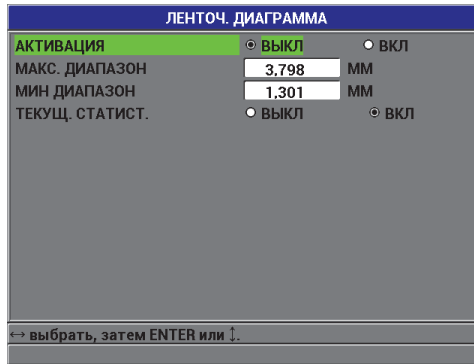

Рис. 5-8 Экран ЛЕНТОЧНАЯ ДИАГРАММА
3. В окне **ЛЕНТОЧ. ДИАГРАММА** (см. Рис. 5-8 на стр. 103):